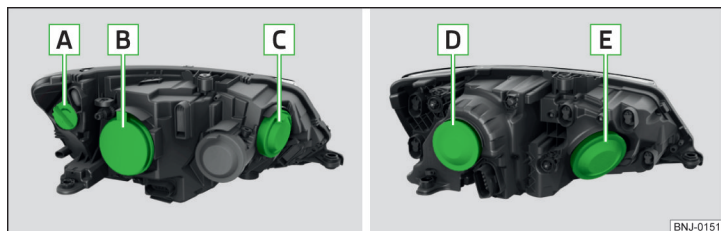

Fig. 295 Farul din stânga: Faruri cu halogen/proiectoare cu halogen
Disponerea becurilor cu incandescență » fig. 295
- › Scoateți capacul de protecție **B** » fig. 295 la pagina 244.
- › Așezați capacul de protecție **B** » fig. 295 la pagina 244.
- › Scoateți capacul de protecție **C** » fig. 295 la pagina 244.
- › Introduceți capacul de protecție **C** » fig. 295 la pagina 244.
- › Scoateți capacul de protecție **D** » fig. 295 la pagina 244.